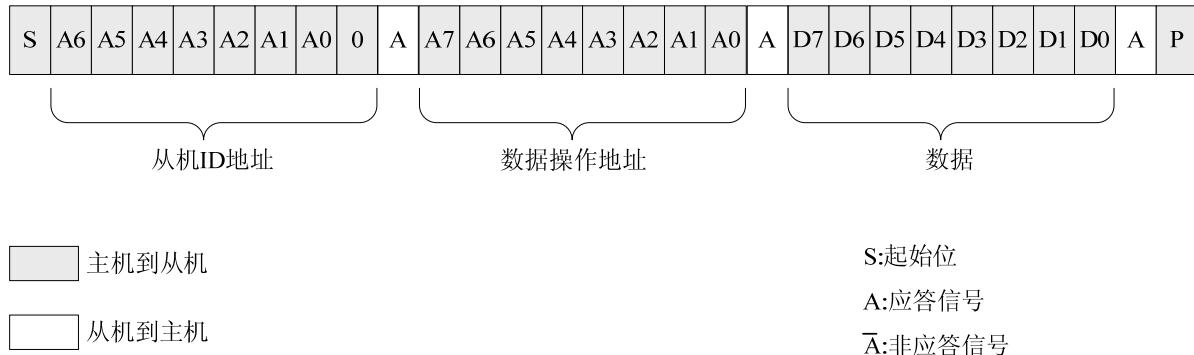

图 4.48 单字节主发送模式的数据格式
单字节主发送模式的数据格式如图 4.48，起始 (S) 和结束 (P) 条件均由主机 SPCE3200 产生，分别用于指示串行数据传输开始和结束。在此模式下数据传输模式为发送，所以寄存器